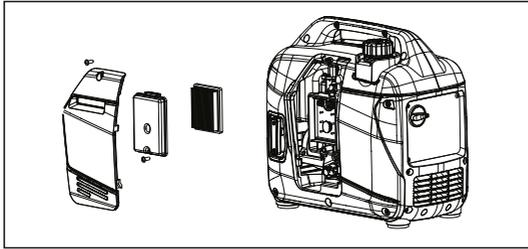

Рисунок 11 – Воздушный фильтр
- Снимите защитный экран воздушного фильтра и вытащите фильтр (Рис.11).